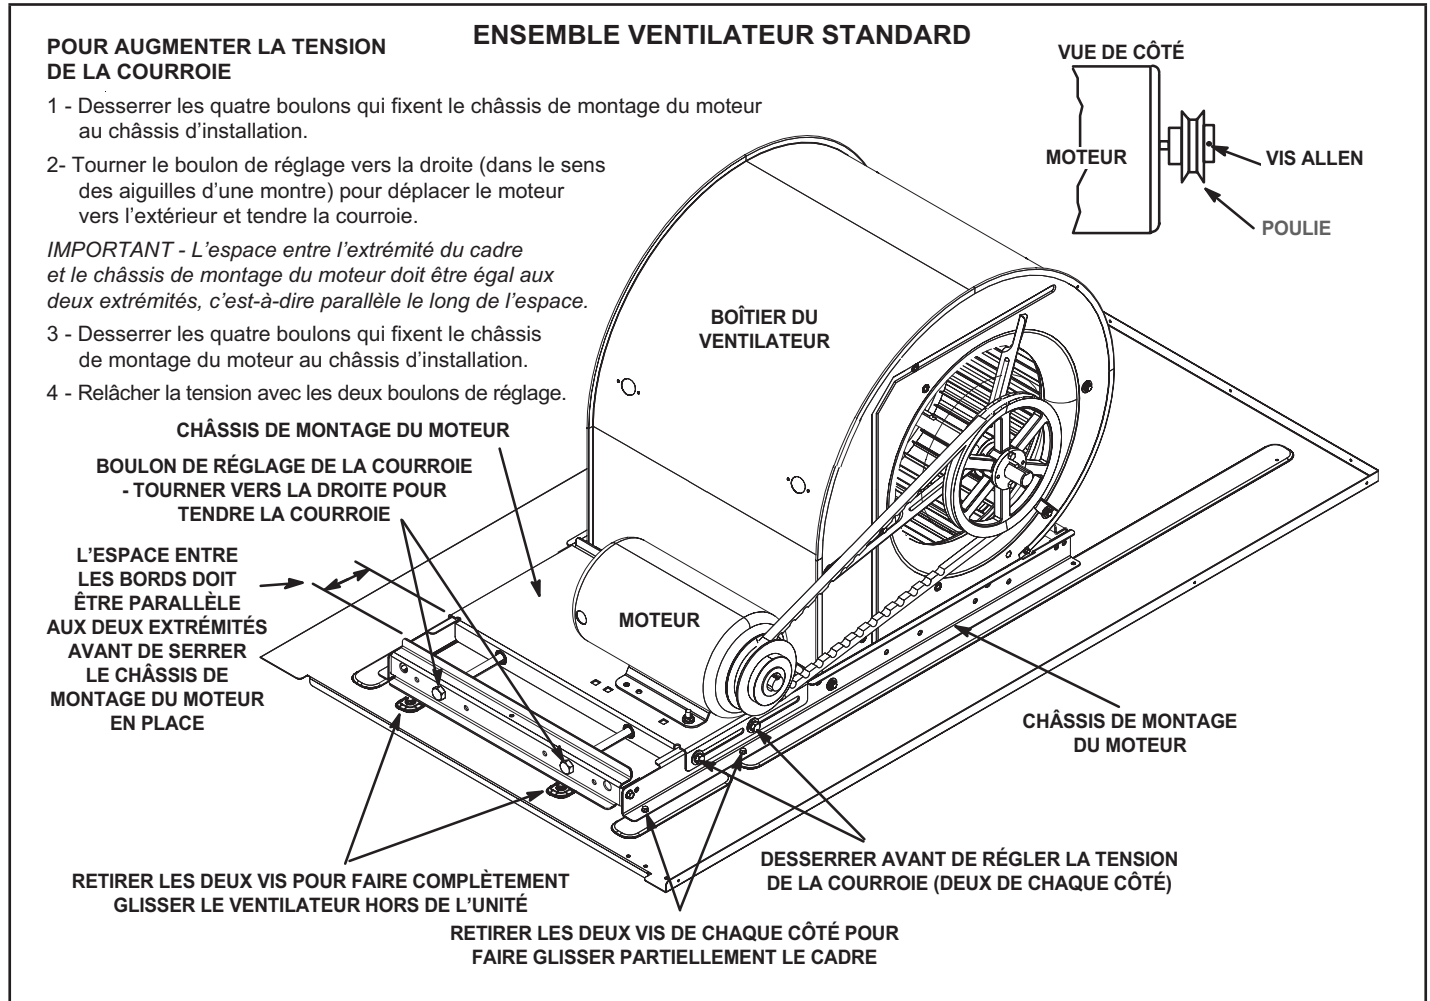

FIGURE 24
- 2 - Retirer les vis situées de chaque côté de la base coulissante de l'ensemble ventilateur. Voir FIGURE 24.
L'ensemble ventilateur est fixé sur un cadre coulissant qui permet de retirer le moteur du ventilateur de l'unité. Voir FIGURE 24.
- 6 - La vitesse du ventilateur peut être réglée au niveau de la poulie du moteur. Desserrer la vis Allen et tourner la poulie réglable dans le sens des aiguilles d'une montre pour augmenter le débit. Tourner dans le sens inverse des aiguilles d'une montre pour diminuer le débit. Voir FIGURE 24. Ne pas dépasser les nombres minimum et maximum de tours de poulie indiqués au TABLEAU 7.
- 1 - Desserrer les quatre boulons qui fixent la base du moteur au châssis d'installation. Voir FIGURE 24.